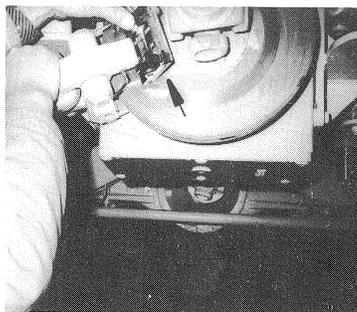

Bild 57
- (3) Bremsklotz nach oben herausziehen (Bild 57/Pfeil).